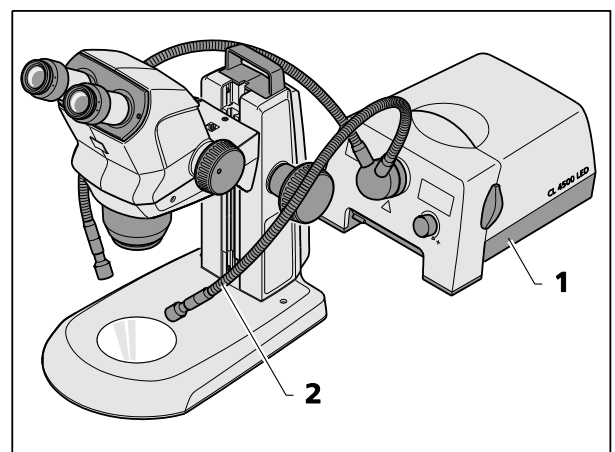

Abb. 10 Externe Glasfaserbeleuchtung montieren
- Die externe Glasfaserbeleuchtung (Abb. 10/1) einschalten, die Beleuchtungsintensität einstellen, und die Beleuchtungseinheit mithilfe der beiden Schwanenhäuse (Abb. 10/2) so positionieren, dass die Probe optimal beleuchtet wird.